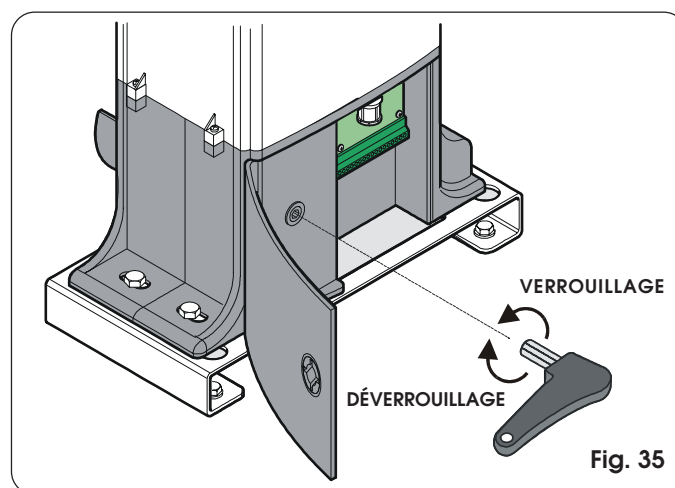

Fig. 35
- Extraire la clé fournie logée à l'intérieur du capot; l'introduire dans le système de déverrouillage spécifique et la tourner dans le sens des aiguilles d'une montre jusqu'à la butée mécanique (fig. 35).
- Tourner la clé de déverrouillage dans le sens inverse des aiguilles d'une montre jusqu'à la butée mécanique (Fig. 35).